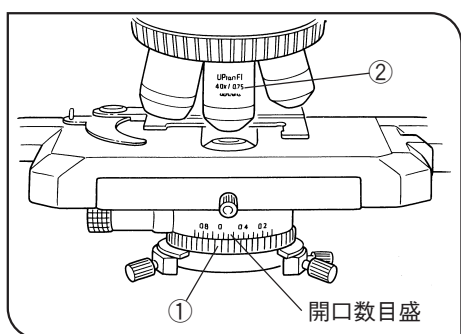

図 32
コンデンサの開口数目盛に開口絞り環①で合わせます。(図32)